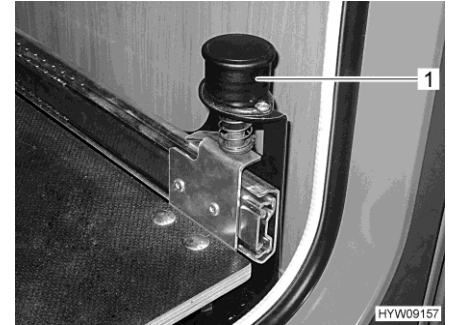

Fig. 81 Pomo con bloqueo
- Tirar el pomo (Fig. 81,1) hacia arriba. El dispositivo de extracción de caja para bombonas de gas está desbloqueado.